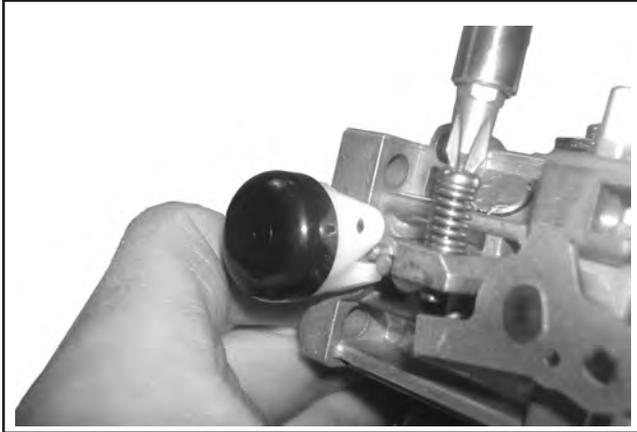

Abbildung 5-28. Installation der Feder und die Einstellschraube für die Leerlaufdrehzahl.
11. Eine neue Feder und eine neue Einstellschraube für die niedrige Leerlaufdrehzahl (U/Min.) auf dem Vergaser installieren. Als Anfangseinstellung wird diese soweit angezogen, dass 3 oder 4 Gewindereihen zu sehen sind. Siehe Abbildung 5-28.